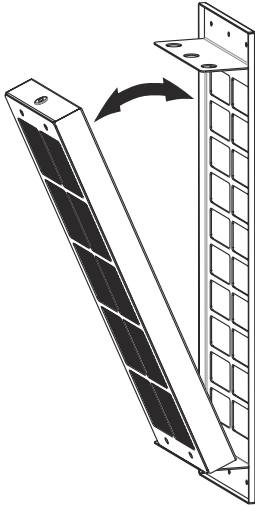

Abb. 27
3. → Aktivkohlefilter entfernen (Abb. 27).